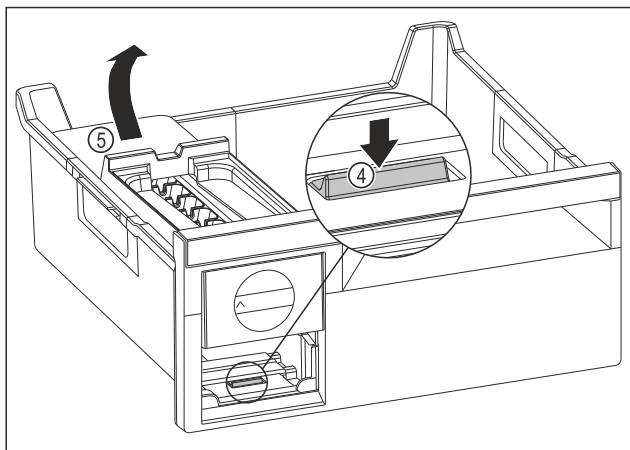

Fig. 76
- ▶ Изваждане на корпуса на EasyTwist-Ice: Натиснете езичето Fig. 76 (4) с пръст надолу и едновременно с това с другата ръка повдигнете корпуса на EasyTwist-Ice Fig. 76 (5) отзад.